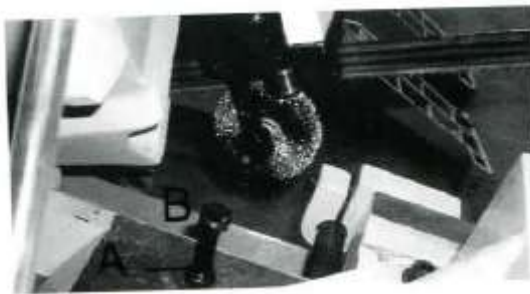

Рис. 5
Движение пилы вниз должно быть отрегулировано таким образом, чтобы, когда пила находится в крайнем нижнем положении, зубцы лезвия находились на 1/16 ниже поверхности стола. Если требуется регулировка, ослабьте контргайку (A). Рис.5. и поверните стопорный винт (B) внутрь или наружу, пока не будет выполнена правильная настройка. Затем затяните стопорную гайку (A).